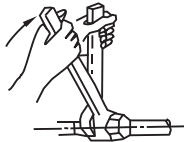

Рис. 39
- Установите соединительный трубопровод в надлежащее положение, заверните гайки руками, а затем затяните их ключом (см. рис. 39).